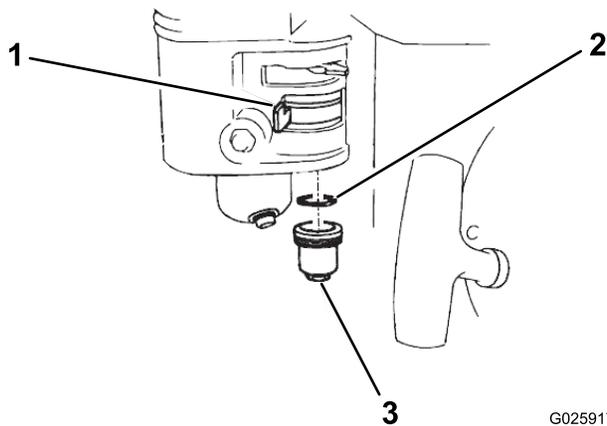

Figura 30
1. Mova a válvula do combustível para a posição OFF, depois retire o copo de sedimentos de combustível e o anel de retenção (Figura 30).